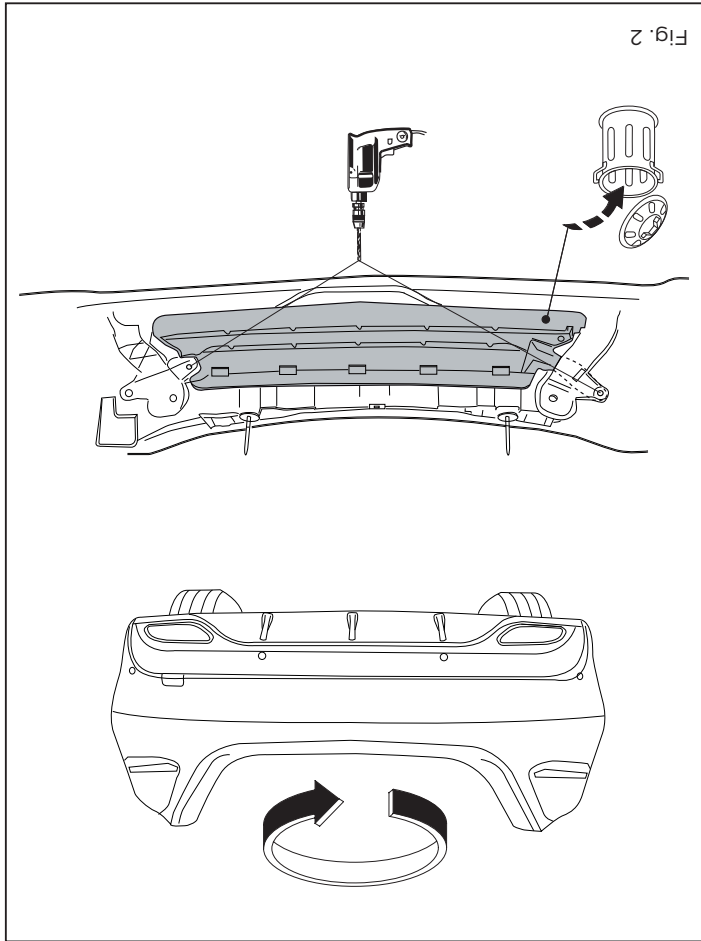

Fig. 2
2. Remove the part indicated. See figure 2.
2. Den angegebenen Teil abmontieren. Siehe Abbildung 2.